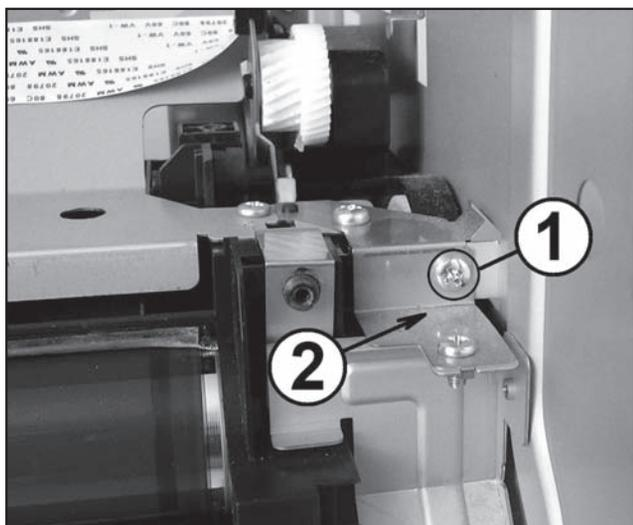

Рис. 27
1. Располагают МФУ задней стороной к себе и откручивают винт (1 на рис. 27) крепления пластины (2) к боковой стойке.